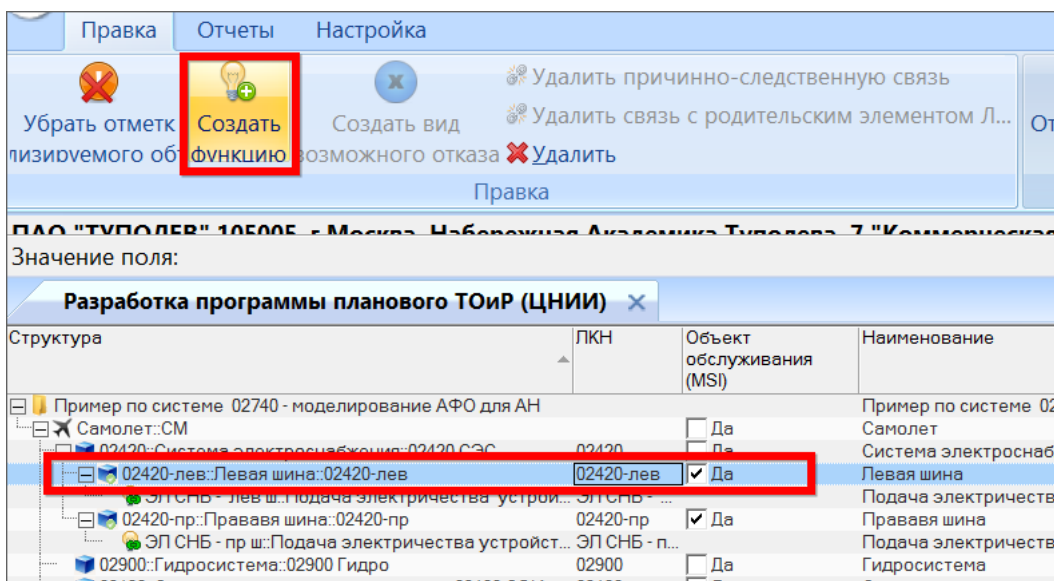

Рис. 11-122 – Создание функции
- 2) В открывшемся окне выбрать ВС, раскрыть его структуру и выбрать АО (рис. 11-122).